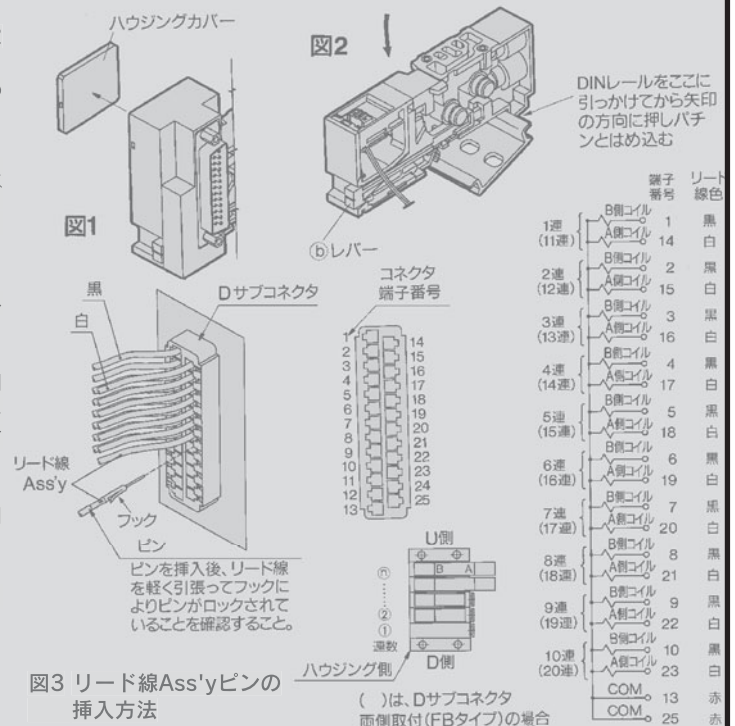

図3 リード線Ass'yピンの挿入方法
- 追加するマニホールドブロックAss'yをU側に図2の要領でDINレールに取り付ける。リード線Ass'yのピンを図3のようにDサブコネクタに挿入し、丸形圧着端子は一括して結線しているネジに取り付ける。
- ブロックAss'y同士を押付けて連結し、ボルト④を締付けてDINレールに固定する。